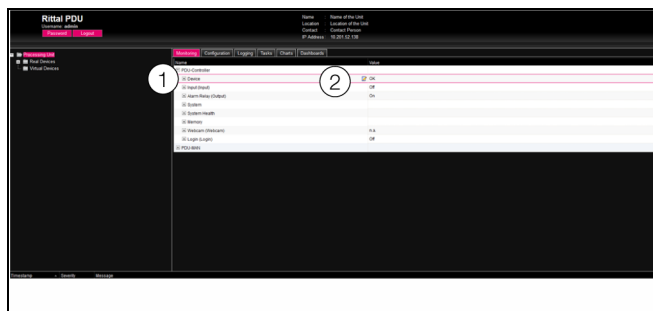

Abb. 47: Auswahl mehrerer Parameter
- Klappen Sie nur den Eintrag „PDU-Controller“ aus, indem Sie auf das „Plus“-Zeichen vor diesem Eintrag klicken (Abb. 47, Pos. 1).
- Setzen Sie den Mauszeiger an das Ende der ersten Spalte in der Zeile „Device“ (Abb. 47, Pos. 2).